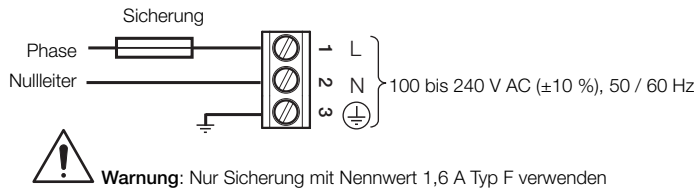

Abb. 4.1 AC-Netzteil-Anschlüsse
- Da der Messumformer nicht mit einem Schalter ausgestattet ist, muss bei der Endmontage gemäß den örtlichen Sicherheitsstandards eine Trennvorrichtung, z. B. ein Trennschalter, installiert werden. Diese Trennvorrichtung muss in unmittelbarer Nähe des Geräts und in Reichweite des Bedieners angebracht werden. Außerdem muss sie als Trennvorrichtung für den Messumformer deutlich gekennzeichnet sein – siehe Abb. 4.1, Seite 12.